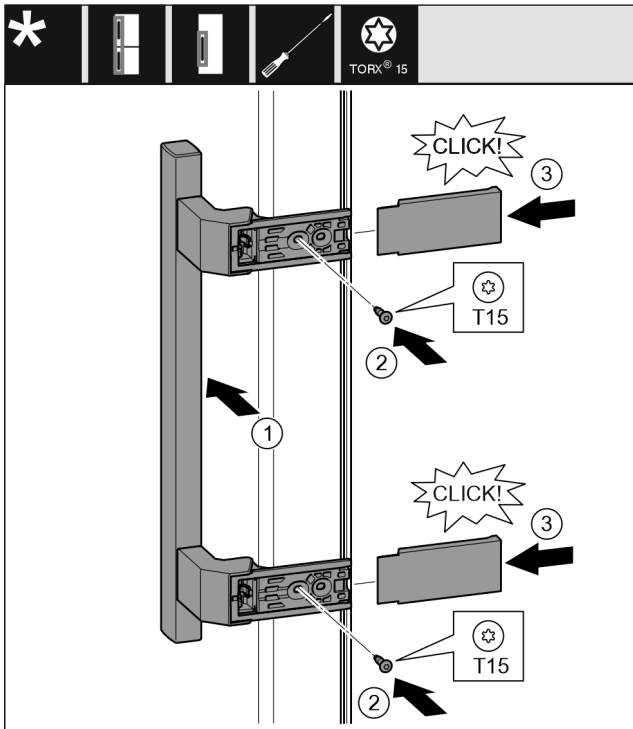

Fig. 18
- ▶ Postavite ručicu na suprotnoj strani. Fig. 18 (1)
- ▶ Odvijačem T15 čvrsto pritegnite vijke. Fig. 18 (2)
- ▶ Postavite pokrove bočno i natakните ih. Fig. 18 (3)